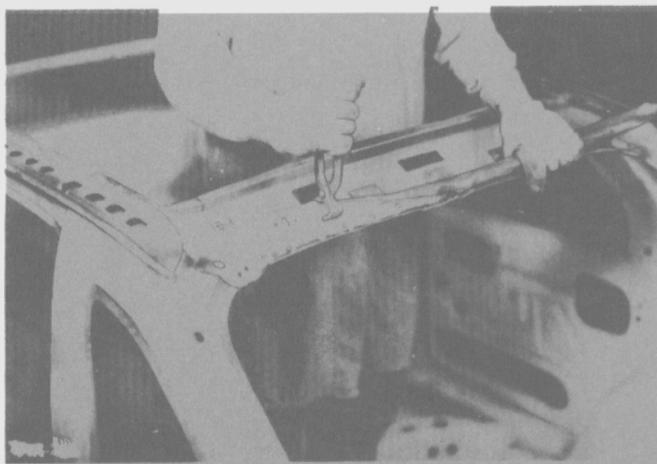

Fig. 46
- Retirar los restos del panel de las pestañas de la abertura del portón, los goteros de techo y el parabrisas (Fig. 46 y 47).